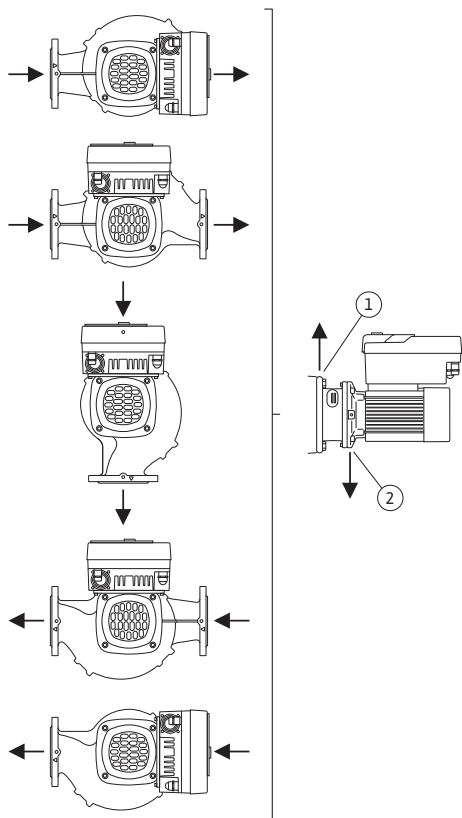

Fig. 17: Επιτρεπόμενες θέσεις τοποθέτησης με οριζόντιο άξονα
- Με άξονα κινητήρα σε οριζόντια θέση, είναι απαραίτητο η οπή εκροής συμπυκνωμάτων να είναι στην κάτω πλευρά (Fig. 17, θέση 2). Ενδεχομένως θα πρέπει να στραφεί ο κινητήρας.